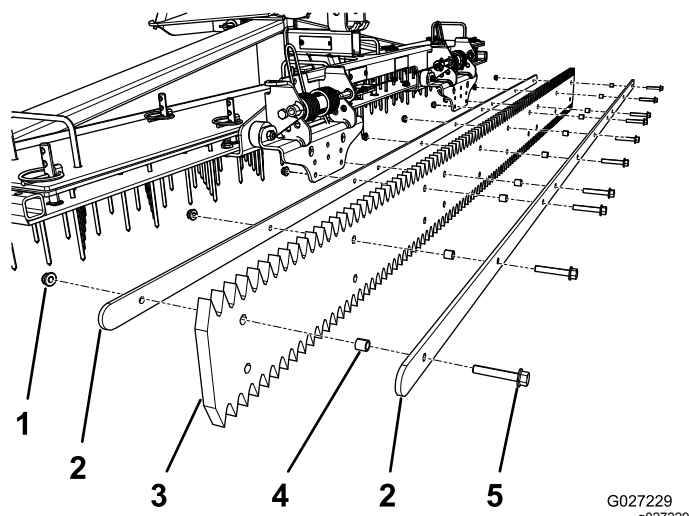

Figura 12
1. Remova os dez parafusos e dez porcas que seguram as duas correias de suporte da pá de borracha (Figura 12).